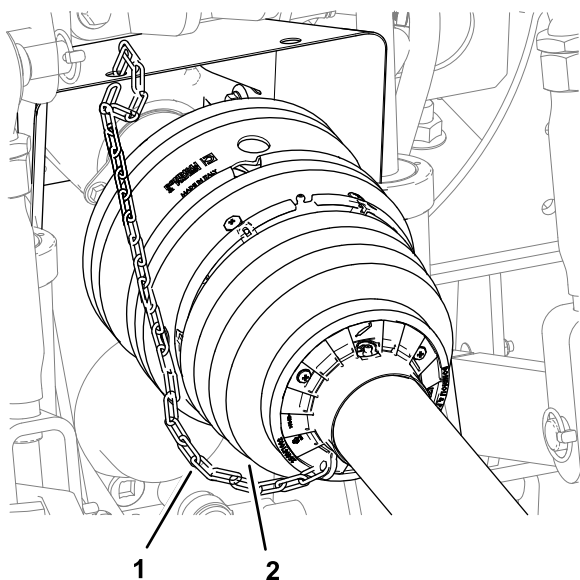

Рисунок 26
6. Прикрепите ограничительную цепь к неподвижной части буксирного автомобиля (Рисунок 26).